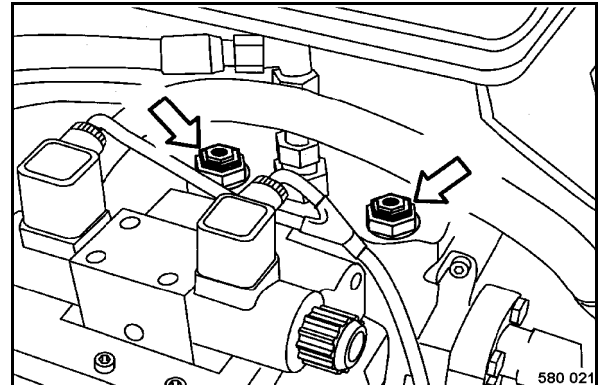

fig. 109
- Dévisser le six pans du milieu des deux clapets (fig. 109) d'env. 2 à 3 tours.